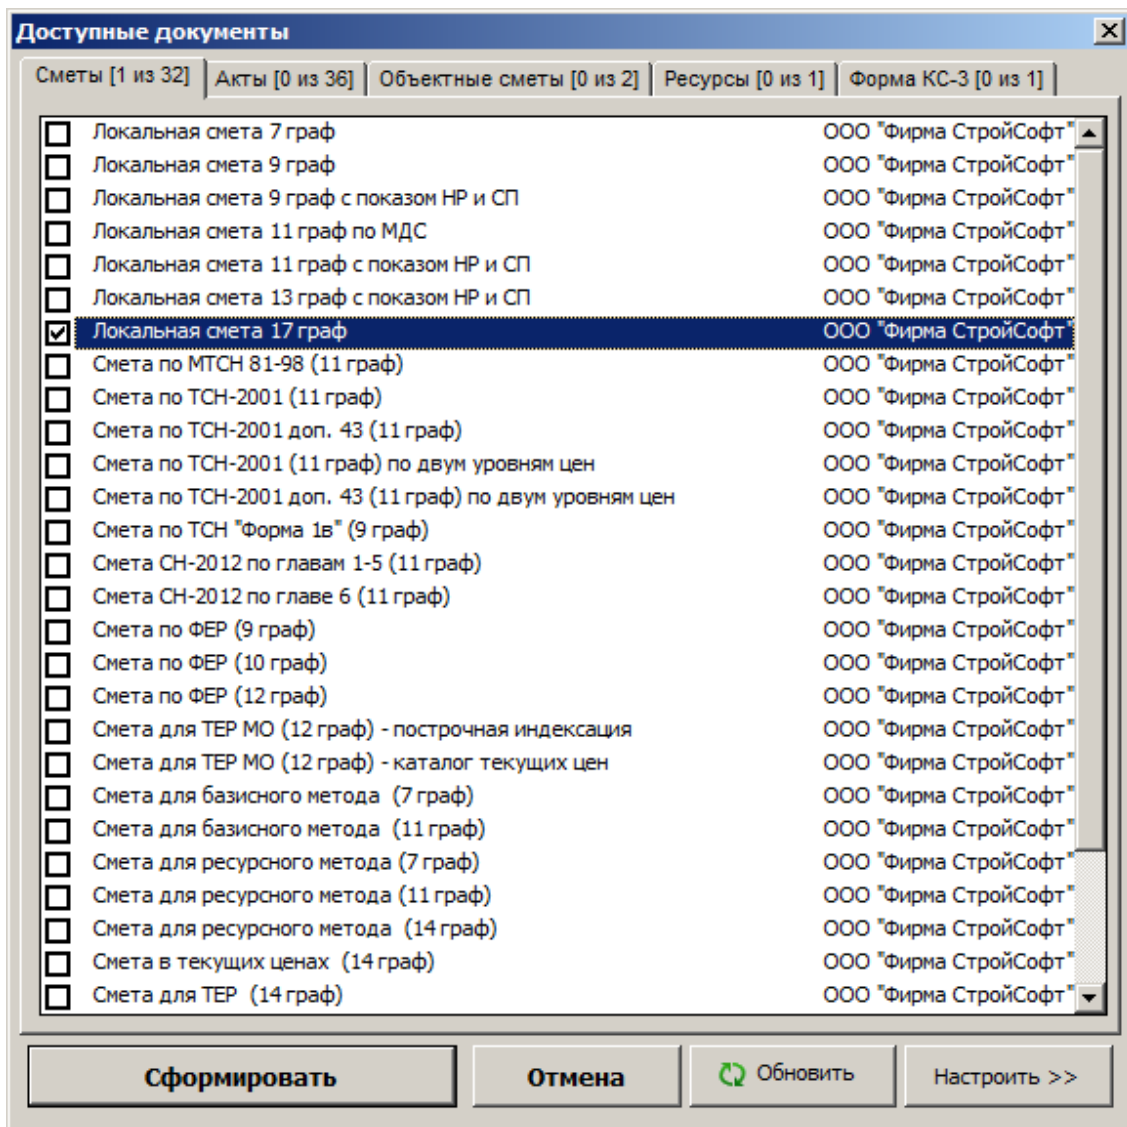

Рис. 4. Выбор шаблонов при экспорте
4. В окне **Доступные документы** галочками отметьте те шаблоны, на основе которых будут сформированы выходные документы. Обратите внимание, что окно содержит несколько вкладок: **Сметы**, **Акты**, **Объектные сметы**, **Ресурсы**, **Форма КС-3** (см. рис. 4).